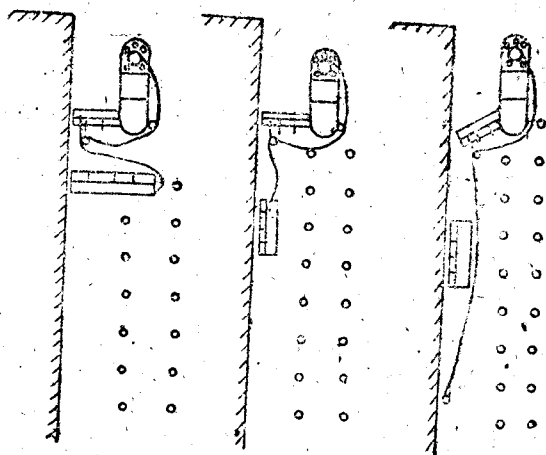

图 7
(3) 牵引繩从空巷边引出，通过截盘上的导向器，将繩头固定在装煤机减速机的一端，向上提装煤机，使其靠向煤壁，装煤机下放到机器道后，将牵引繩头固定在下方的固定支柱上，用斜支柱顶机体，使其靠向煤壁（见图7）。这种方法的优点，是不需搞第二次繩。